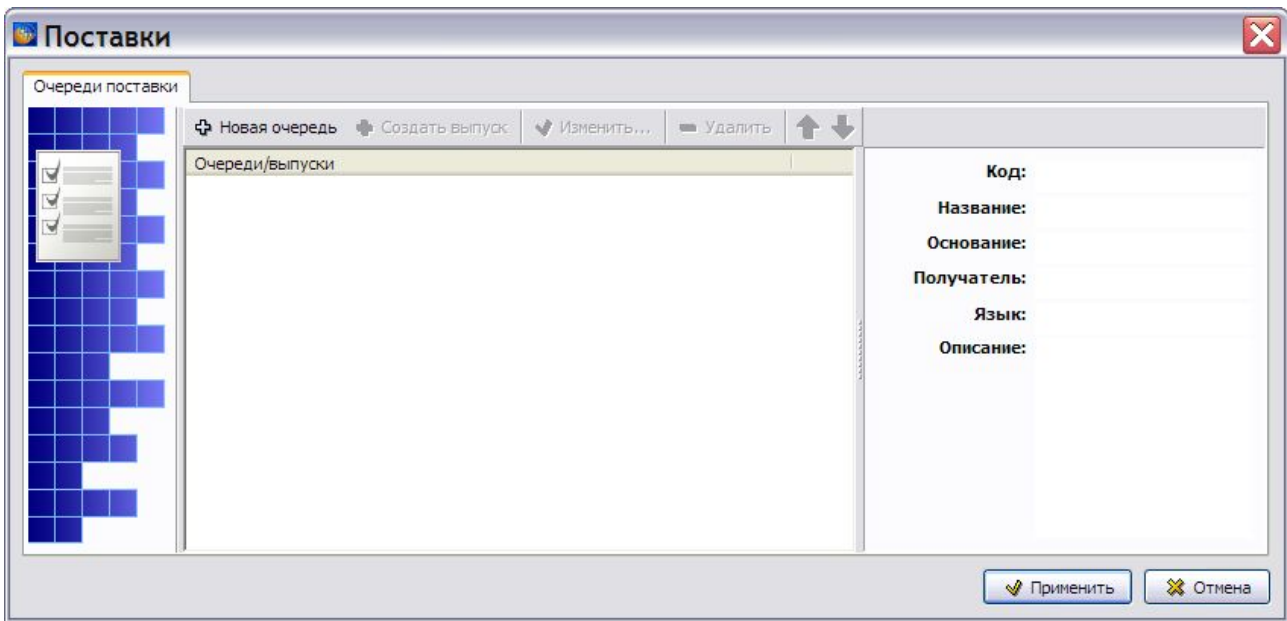

Рис. 11.7
3. Откройте **Справочник поставок и выпусков**, дважды щёлкнув левой кнопкой мыши по его названию или нажав на кнопку **Редактировать** на панели инструментов редактора справочников. При этом откроется диалоговое окно **Поставки** (Рис. 11.7).